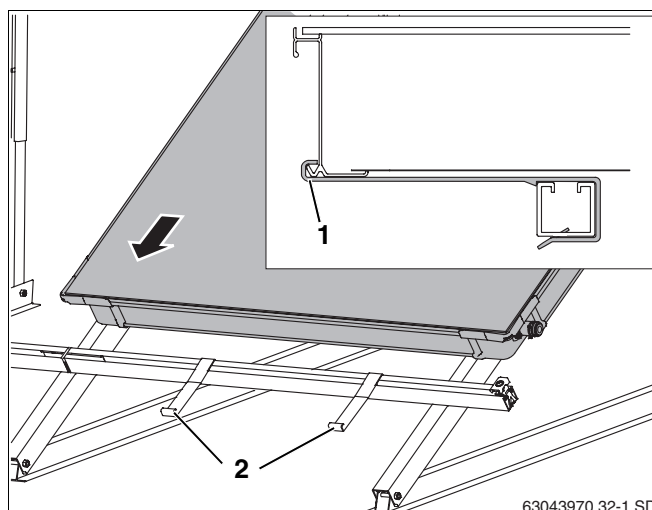

Fig. 45 Colocar el primer colector sobre los perfiles guía
- ▶ Coloque el primer colector sobre los perfiles guía y déjelo deslizar hasta los seguros contra deslizamiento (fig. 45, **pos. 2**) (fig. 45).
El borde inferior del colector debe descansar sobre la abertura del seguro contra deslizamiento (fig. 45, **pos. 1**).